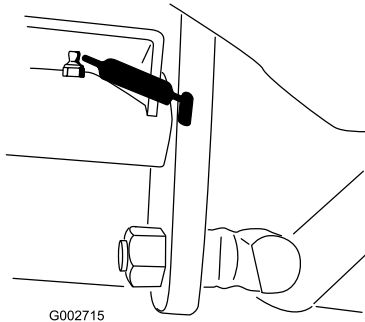

Figura 24
- Pivote del pedal de tracción (1) (Figura 24)